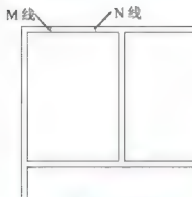

图 2.74 绘制窗洞口线
③ 在指定要偏移的那一侧上的点, 或 [退出(E)/多个(M)/放弃(U)] 退出 : 提示下, 单击 M 线右侧的任意位置, 则生成窗洞口右侧的 N 线, 结果如图 2.74 所示, 按 Enter 键结束命令。
(1) 单击【修改】工具栏上的【阵列】图标 (快捷键 AR), 启动【阵列】命令, 查看命令行。
① 在选择对象: 提示下, 选择图 2.74 中的 M、N 线后按 Enter 键。
② 在输入阵列类型 [矩形(R)路径(PA)极轴(PO)] <矩形>: 提示下, 按 Enter 键选择【矩形】阵列。